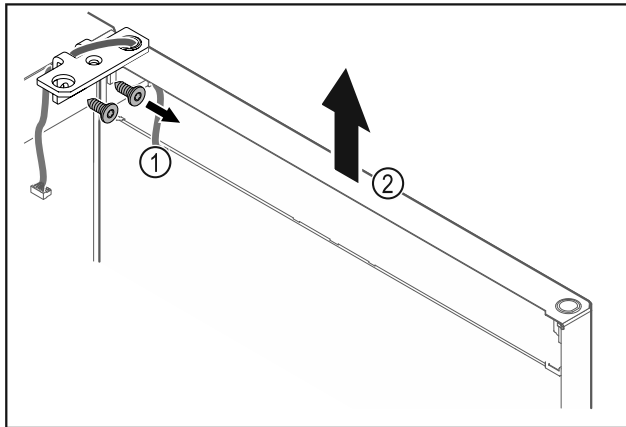

Fig. 18
- ▶ Відкрутити шарнірний кутик Fig. 18 (1).
- ▶ Дверцята з шарнірним кутиком Fig. 18 (2) приблизно на 200 мм прямо підняти вгору і зняти.